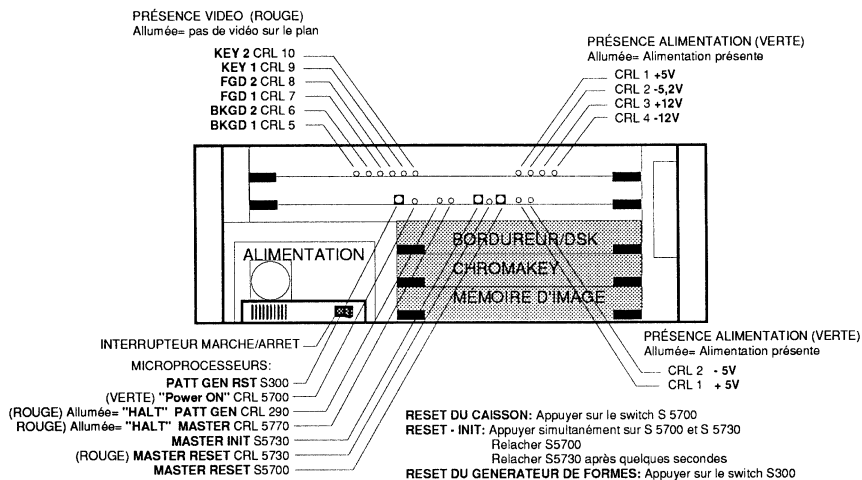

Fig. 13: Indicateurs et switches en face avant
Le mélangeur étant installé et connecté (liaison avec le pupitre, entrées/sorties, vidéo de référence, télécommande), raccorder le secteur et mettre les interrupteurs secteur du pupitre (à l'intérieur, voir fig.) et du caisson (en face avant, voir fig.13) sur la position "ON".
A la mise sous tension ou lors d'un "RESET" (voir fig.13), le mélangeur reprend la dernière configuration utilisée (c'est à dire avant la coupure du secteur).
b) **Reset du microprocesseur Maître:** en cas de problème de liaison ou de blocage du mélangeur. Appuyer sur le switch S5700 en face avant de la carte "Processing" (voir fig. 13). Le reset du microprocesseur maître s'effectue alors **sans modifier l'état des mémoires** c'est à dire la configuration du mélangeur.